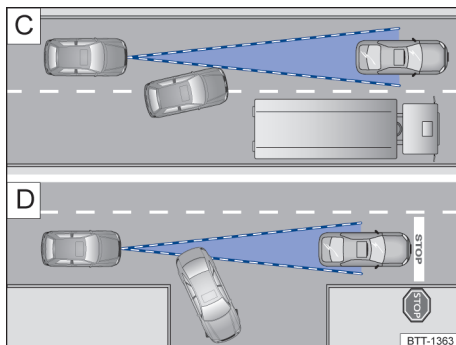

Fig. 117 C) Troca de faixa de rodagem. D) Veículo virando ou parado.
Por exemplo, se um veículo detectado pelo ACC virar ou mudar de faixa, e se houver um veículo parado à frente deste veículo, o ACC não reagirá ao veículo parado → Fig. 117 .
- Veículos que mudam para a faixa própria diretamente na frente do próprio veículo → Fig. 117 .